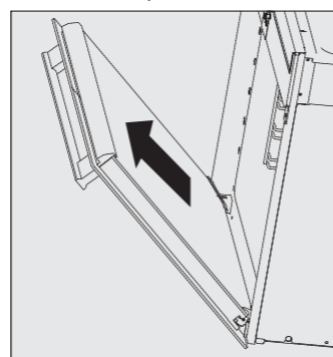

рис.3
- Поднимите дверь вверх до упора. Удерживайте её на обеих сторонах и поднимите вверх петли.(рис. 3)